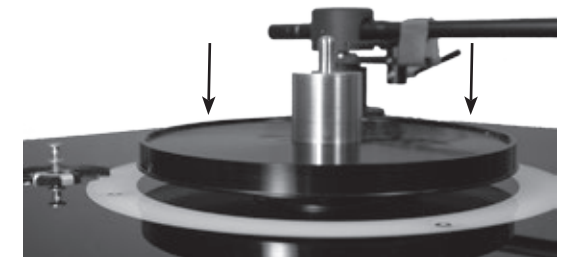

Abbildung 7
6. Lassen Sie die zusammengesteckte Mittelspindel/Unterteller-Baugruppe ganz vorsichtig auf die Keramiklagerachse herab. Siehe Abbildung 7.